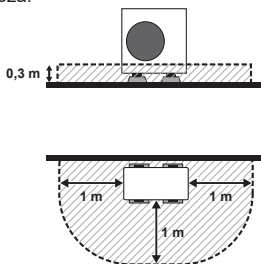

Rys. 3-2
(1) Instalacja w otwartej przestrzeni (Rys. 3-2)